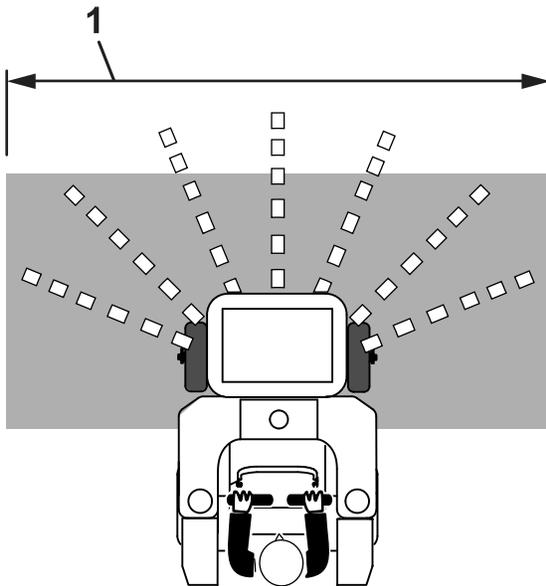

Figure 29
4. Ouvrez la trappe de la trémie pour commencer l'épandage de matériau granulaire (Figure 29).